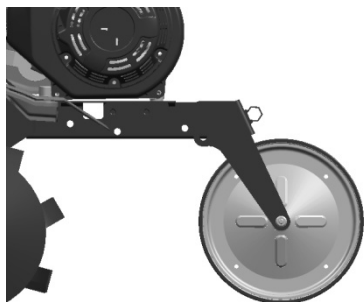

Рисунок 15
- 1) Встановіть переднє колесо мотокультиватора у положення, що зображено на Рис.15, якщо він буде їхати по дорозі.